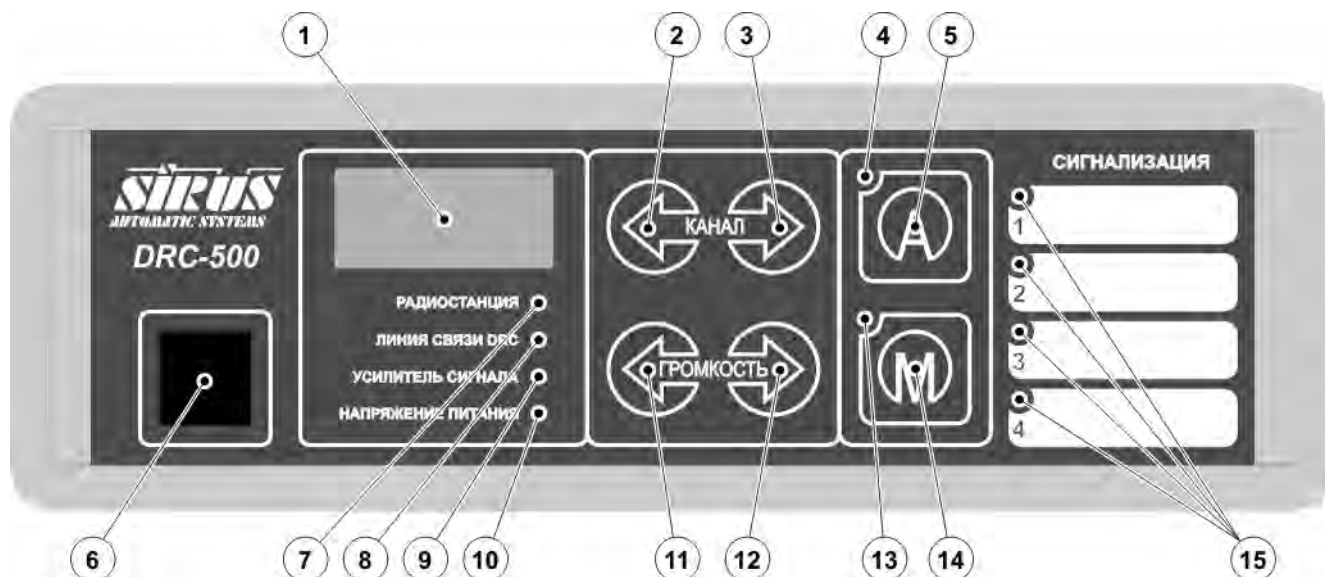

Рисунок 1. Передняя панель Пульта Оператора
Индикатор 7 (Рисунок 1) отображает состояние ретранслятора следующим образом:
М: Индикатор 7 (Рисунок 1) мигает красным цветом — нажата клавиша РТТ на одном из параллельных Пульт Оператора.
Для вызова радиоабонентов или передачи голосовых сообщений радиоабонентам системы нажмите кнопку РТТ на тангенте или выносном микрофоне. Индикатор 7 (Рисунок 1) светится красным цветом.
М: Индикатор 7 (Рисунок 1) мигает красным цветом — нажата клавиша РТТ на одном из параллельных Пультов Оператора. Ваш Пульт Оператора, не смотря на то, что кнопка РТТ на тангенте или выносном микрофоне может быть нажата, находится в режиме «приём».
Для изменения уровня громкости аудио сигнала используйте кнопки 11 и 12 (Рисунок 1). Нажмите кнопку 11 для уменьшения уровня громкости или кнопку 12 для увеличения. Текущий уровень громкости отображается на многофункциональном дисплее в течение двух секунд после последнего нажатия на кнопку и сохраняется в энергонезависимой памяти. Если значение уровня громкости было установлено меньше 03, то после включения источника питания Пульта Оператора значение уровня громкости автоматически устанавливается равным 03.
Для переключения частотного канала используйте кнопки 2 и 3 (Рисунок 1). Нажмите кнопку 2 для переключения на предыдущий канал или кнопку 3 для переключения на следующий. Номер текущего частотного канала отображается на многофункциональном дисплее. Нахождение на канале экстренной (аварийной) связи отмечается на индикаторе 4 (Рисунок 1) — светится красным светом.
Нажмите кнопку 5 (Рисунок 1) для переключения на канал экстренной (аварийной) связи. Нахождение на канале экстренной (аварийной) связи отмечается на индикаторе 4 (Рисунок 1) — светится красным светом. Возврат на рабочий канал осуществляется повторным нажатием кнопки 5 (Рисунок 1) или Вы можете использовать кнопки переключения канала 2 и 3 (Рисунок 1).
В режиме «приём» нажмите кнопку 14 (Рисунок 1) — состояние изменится на противоположное. Включение функции «Монитор» отмечается на индикаторе 13 (Рисунок 1) — светится жёлтым светом.
Выключите блок питания Пульта Оператора. Подключите Контроллер Радиостанции к ретранслятору согласно руководству пользователя. Соедините Пульт Оператора и Контроллер Радиостанции, соединение может быть осуществлено посредством соединительного кабеля, входящего в комплект. Включите питание ретранслятора. Нажмите и удерживайте две кнопки на Пульту Оператора — 2 и 5 (Рисунок 1). Включите блок питания Пульта Оператора. После двухтонального звукового сигнала отпустите обе кнопки.
- 2 и 3 (Рисунок 1) для изменения номера параметра программирования;
- 5 (Рисунок 1) для изменения режима индикации — номер параметра/значение параметра;
- 11 и 12 (Рисунок 1) для изменения уровня громкости в режиме индикации номера параметра и для изменения значения параметра в режиме индикации значения параметра;
- 14 (Рисунок 1) для записи нового значения выбранного параметра в энергонезависимую память устройства.
Режим индикации значения параметра отмечается на индикаторе 4 (Рисунок 1) — светится зелёным светом.